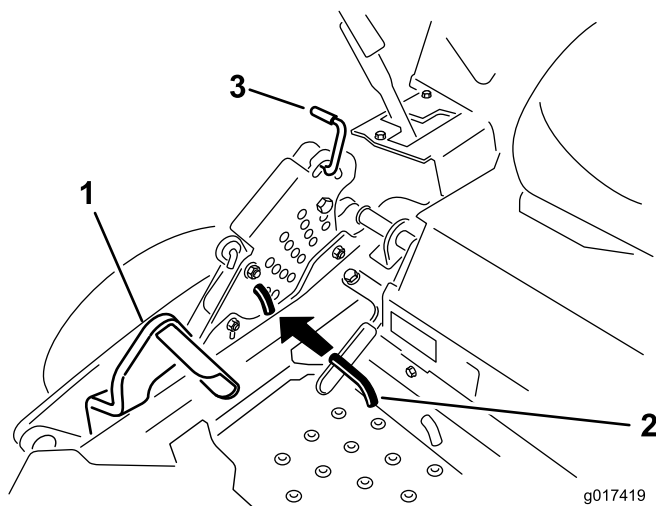

Figure 69
5. Enfoncez la pédale de relevage du plateau de coupe au maximum pour verrouiller le plateau à la position de transport de 14 cm (Figure 69).